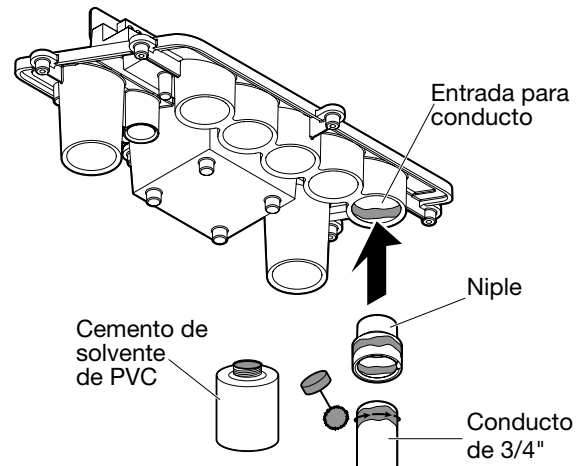

FIG. 6. Uso de un conducto de 3/4"
- b. Para conductos de $\frac{3}{4}$ " (Consulte FIG. 5 y FIG. 6):